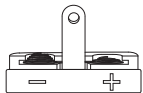
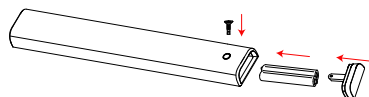

Figura 1
Figura 2
3. Instale las pilas en su compartimento tal y como se muestra en la ilustración (Figura 2). Observe que la cubierta de dicho compartimento hay indicaciones sobre la polaridad -positiva y negativa- de las pilas (Figura 1). Ponga de nuevo la cubierta en su lugar, apriete firmemente el tornillo de sujeción y seguidamente compruebe que el mando a distancia funciona correctamente.